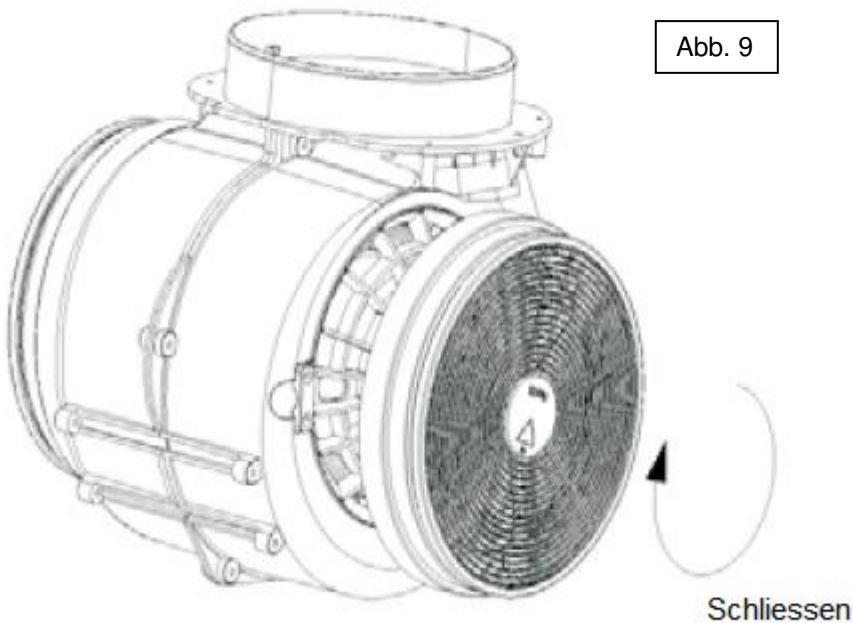

Abb. 9
- Den Aktivkohlefilter gemäß Abb.9 in beide Seiten einsetzen und gegen den Uhrzeiger drehen.